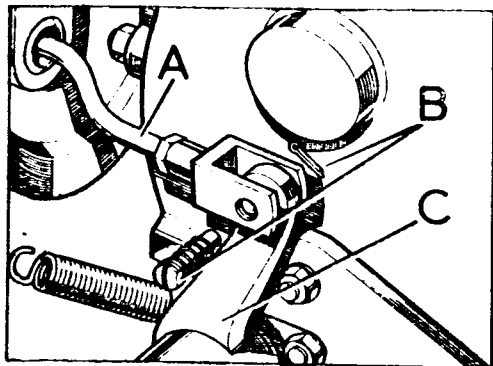

Fig. C1-14 Freno a la transmisión
- 1.5. Soltar la varilla, A, (Fig. C1-14) del freno de mano en su unión a la palanca acodada, C.